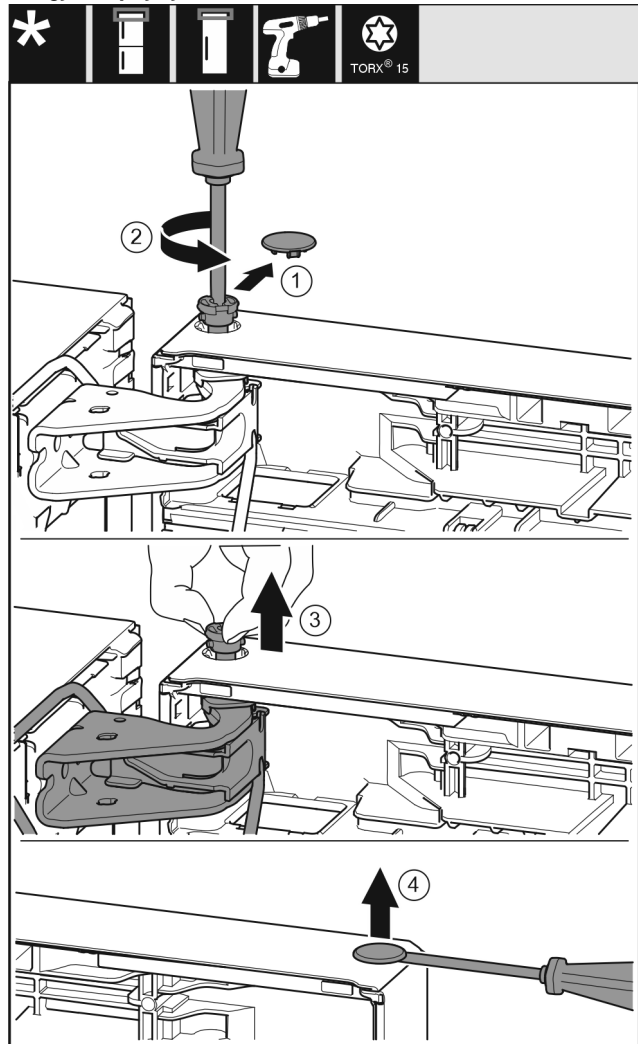

Fig. 22
- ▶ Nxirrni me kujdes kapakun mbulues të siguresës. Fig. 22 (1)
- ▶ Lironi paksa bulonin me një kaçavidë T15. Fig. 22 (2)
- ▶ Mbani derën fort dhe nxirrni jashtë bulonin me gisht. Fig. 22 (3)
- ▶ Ngrini lart me kujdes me një kaçavidë tapat nga manikotat e kapjes së derës dhe nxirrni jashtë. Fig. 22 (4)